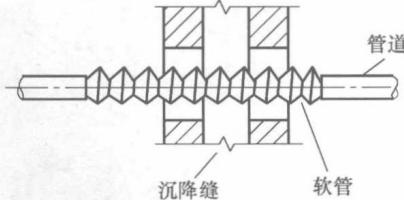

图 1-2 橡胶软管连接方法
① 连接橡胶软管。用橡胶软管连接沉降缝两边的管道。但橡胶软管不能承受太高的温度,故此法只适用于冷水管道,如图1-2所示。